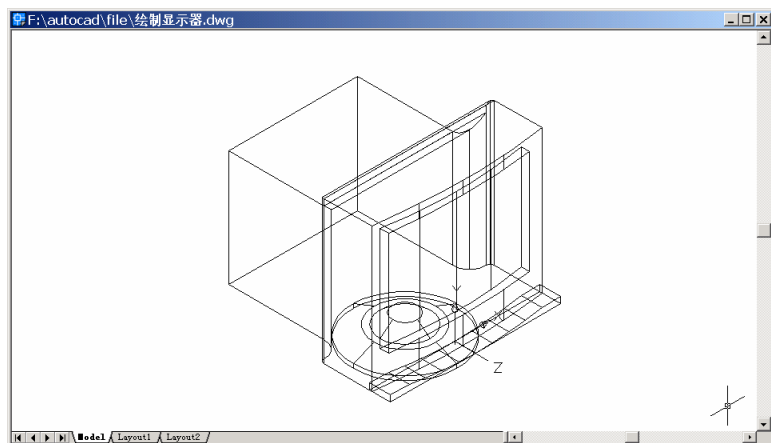

图 30.22 变换视图
(7) 用 VIEW 命令变换视图为 Southwest Isometric (西南视图)，结果如图 30.22 所示。
(8) 用 SUBTRACT 命令从显示器实体中减去刚拉伸成的两个实体